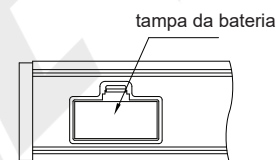

Fig.1
---Remova a tampa das pilhas (Fig. 1)